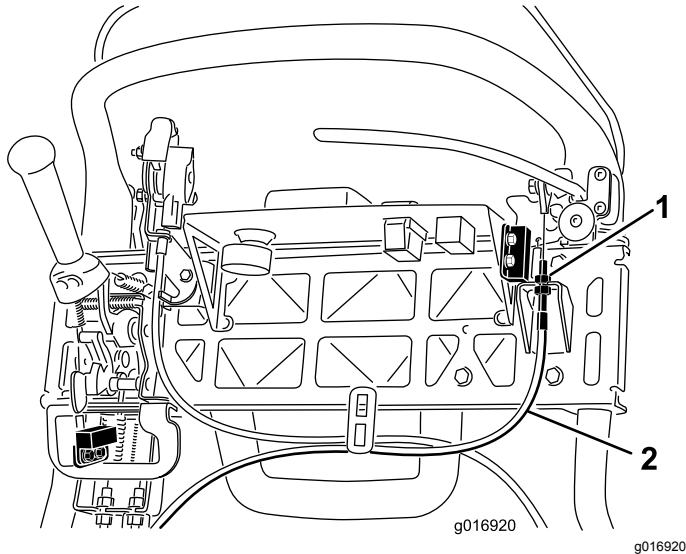

Bild 43
3. Lösen Sie zum Erhöhen der Bremszugspannung die obere Kabelklemmmutter und ziehen die untere (Bild 43) an, bis eine Kraft von 156 N zum Lösen des Feststellbremsriegels auf den Bremshebel aufgebracht werden muss.